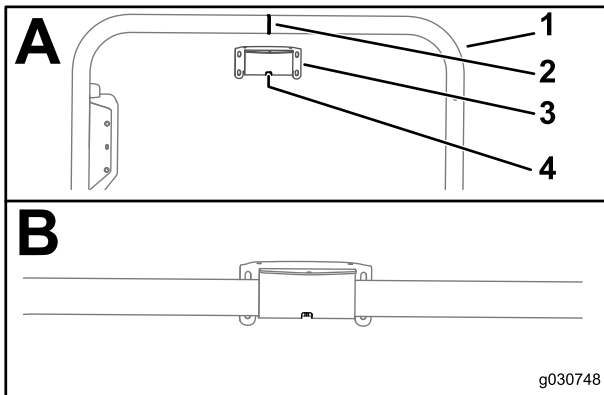

Figure 123
1. Alignez la fente au centre du support du récepteur sur la soudure au centre du tube du système ROPS (Figure 123).